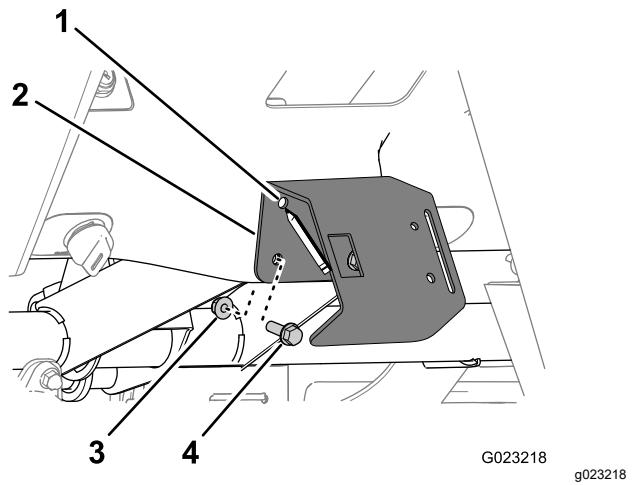

図 17
- ダッシュパネルに、ハンドスロットルブラケットを固定するフランジボルト5/16 x 1インチ3本とフランジナット3個を使用する図 17。